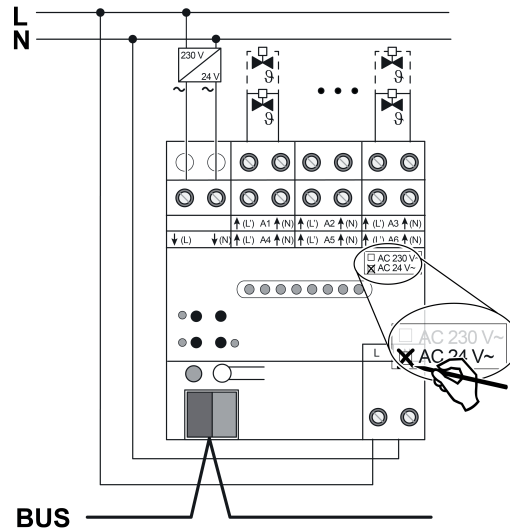

Figura 4: Collegamento attuatori 24 V
- Collegare gli attuatori AC 24 V secondo lo schema elettrico degli allacciamenti (figura 4).
- Collegare l'alimentazione per gli attuatori sui morsetti $\downarrow(L)$ e $\downarrow(N)$ (1).
- Collegare la tensione di rete ai morsetti (5).